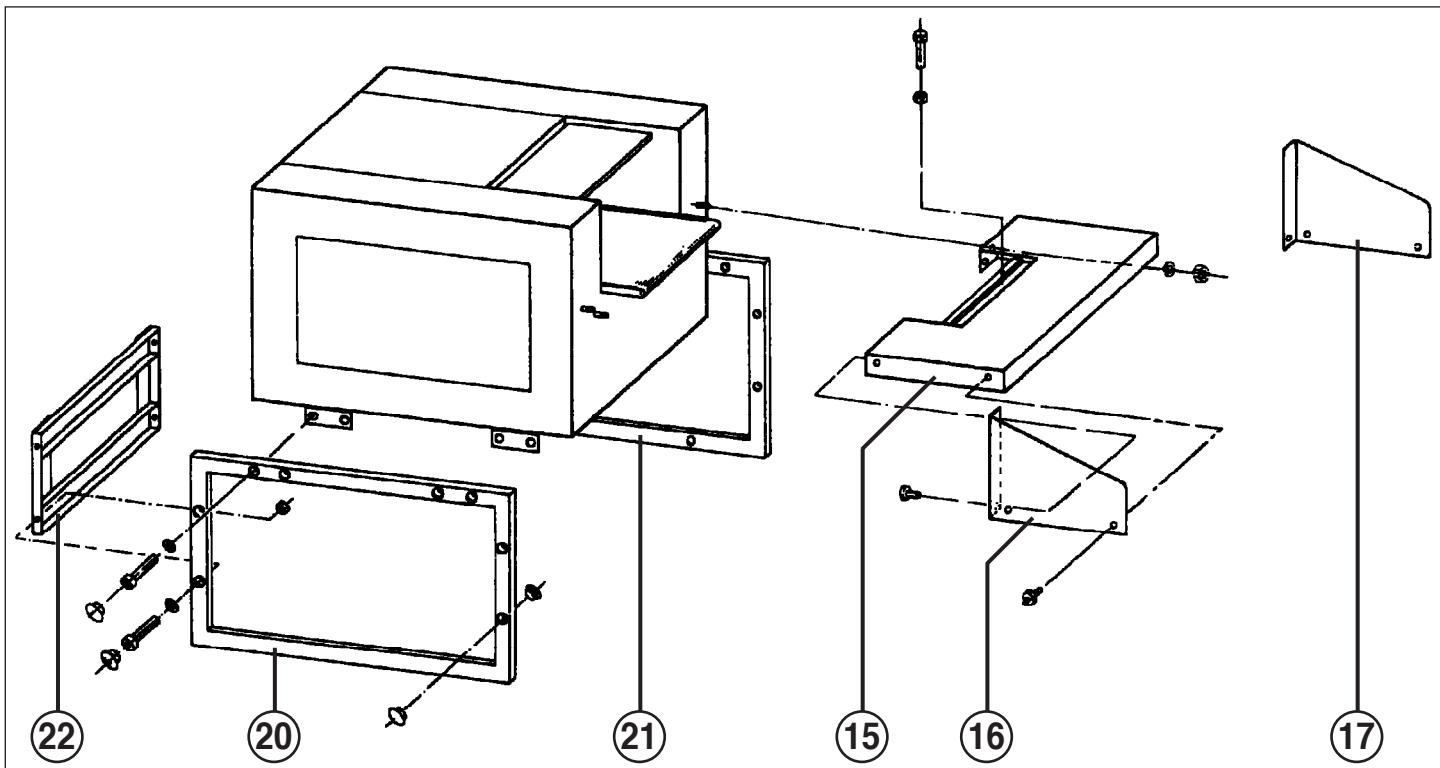

Abb. 1
- 15 = Tisch (Abb. 1)
- 16 = Schutzwinkel links (Abb. 1)
- 17 = Schutzwinkel rechts (Abb. 1)
- 20 = Rahmen links (Abb. 1)
- 21 = Rahmen rechts (Abb. 1)
- 22 = Zwischenblech (Abb.1)
MONTAGE DES UNTERGESTELLES (Abb. 1 und 2):
MONTAGE DES TISCHES (15) (Abb. 1):
4. Das Stromkabel der Not-Aus-Leiste (14) durch die Tüle vorne im linken Gehäuse-Seitenteil, sowie durch die Kabelverschraubung unten am Schaltkasten in den Schaltkasten führen und dort die blaue Litze an Klemme 20 und die braune Litze an Klemme 19 anschließen.
**Die Arbeiten unter Punkt „4.“ für den elektrischen Anschluß der Not-Aus-Leiste (14) dürfen nur von einem Fachmann ausgeführt werden!**
MONTAGE DER SCHUTZWINKEL (Abb. 1):